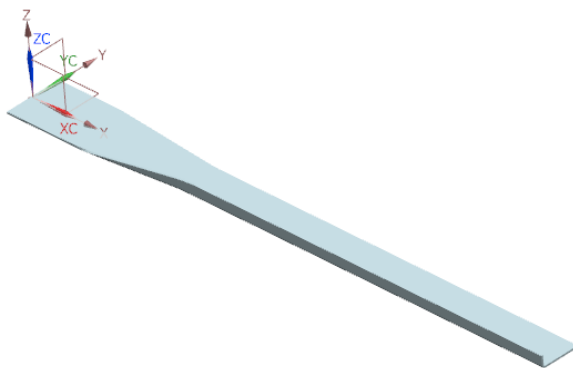

图 10-52 重新折弯钣金件
(3) 在“重新折弯”对话框中，单击 **<确定>** 按钮，重新折弯钣金件，如图 10-52 所示。